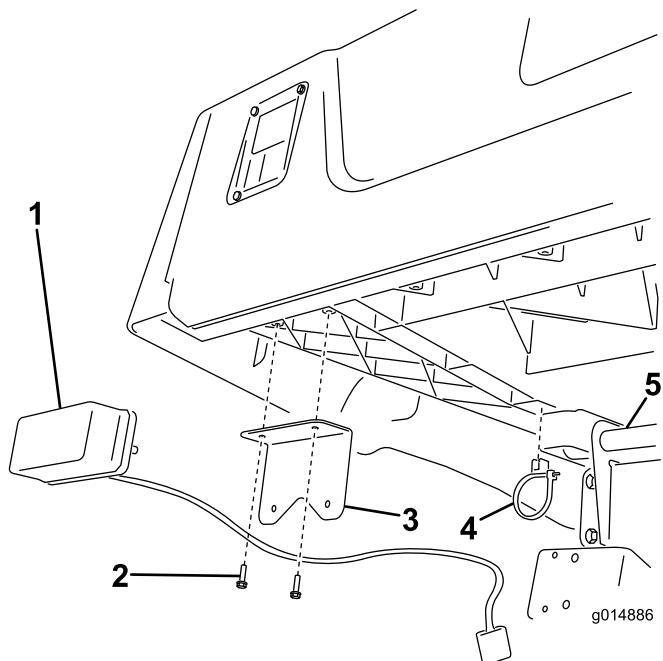

Figure 14
- Fixez chaque support de d'éclairage au plateau avec 2 vis (10-3/4") (Figure 14).
- Montez les feux arrière sur les supports en orientant les feux jaunes à l'extérieur de la machine (Figure 14).
- Poussez un clip de serre-câble sur les nervures de chaque côté du plateau, comme illustré à la (Figure 14).
- Acheminez les câbles en les faisant passer des feux à travers les serre-câbles sur le clip et par-dessus le tube de pivot de plateau (Figure 14).